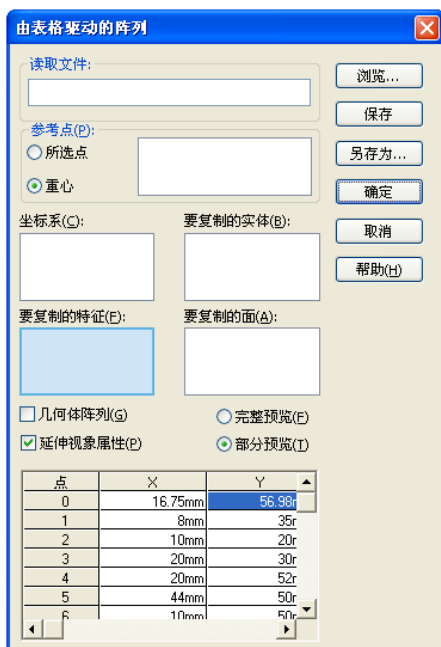

图 7-16 “由表格驱动的阵列”对话框 1
(4) 执行表格驱动阵列命令。选择菜单栏中的“插入”→“阵列/镜像”→“表格驱动的阵列”命令,或者单击“特征”工具栏中的 (表格驱动的阵列) 按钮,此时系统弹出如图 7-16 所示的“由表格驱动的阵列”对话框。